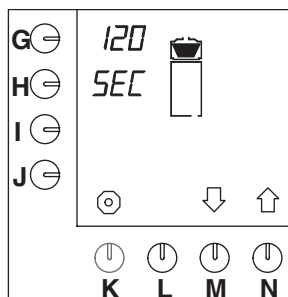

Abb. 47 Nachtropfzeit
- Drücken Sie auf die Wahl taste (N.) $\uparrow$, bis Abb.47 im Display erscheint.